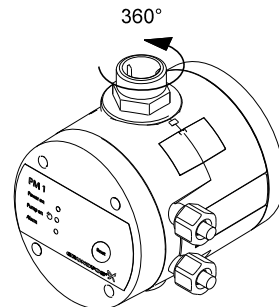

Fig. 1 Raccordement de sortie rotatif
Le raccordement de sortie de l'unité peut être tourné à 360°. Voir fig. 1.
2. Effectuer les branchements électriques comme indiqué à la fig. 1 ou 2, page 10, selon le type de moteur.